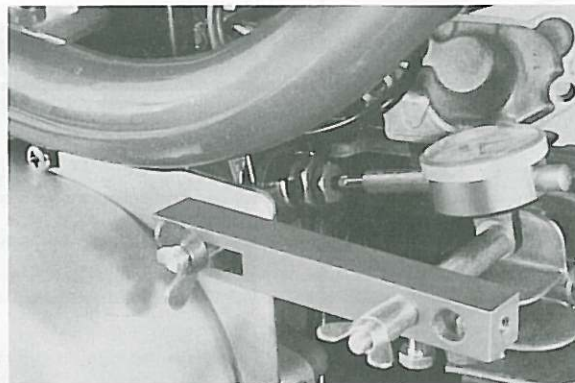

Fig. 2-3-9
3. Minimum plunger stroke adjustment (Fig. 2-3-9)
3. Réglage de la course minimum du plongeur (Fig. 2-3-9)
3. Einstellen des Pumpenhubes (Fig. 2-3-9)